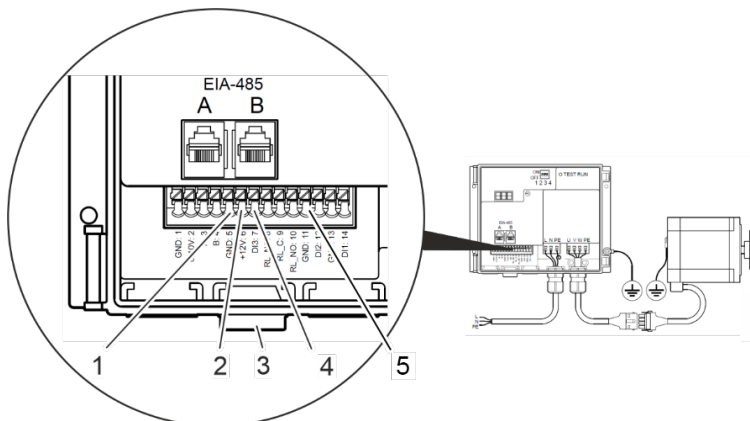

Abbildung 102: Terminals Taktsensor
21. Führen Sie das Kabel des Taktgebers (Abbildung 103/1-3) durch die Kabeldurchführung (Abbildung 102/3) in den Rotorreinigerantrieb ein.
22. Schließen Sie das blaue Kabel (Abbildung 103/2) an Terminal 5 (Abbildung 102/1, GND) an.
Schließen Sie das braune Kabel (Abbildung 103/2) an Terminal 6 (Abbildung 102/2, +12V) an.
Schließen Sie das schwarze Kabel (Abbildung 103/3) an Terminal 7 (Abbildung 102/4, DI3) an.
Überbrücken Sie an Terminal 7 Klemme 11 und 12 (Abbildung 102/5, GND und DI2).